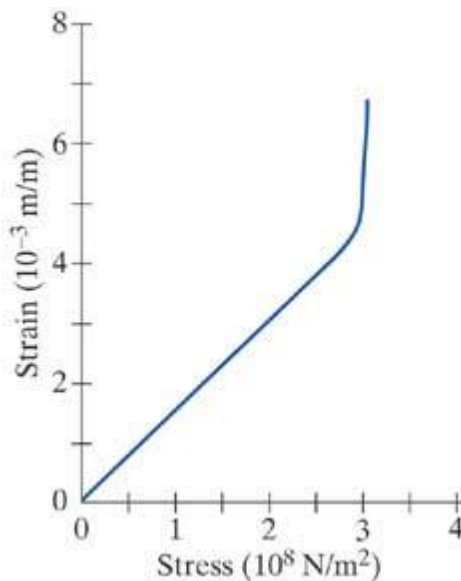

Figura 4.19 Deformação específica X tensão, para uma liga específica de alumínio.
Se você aplicar uma tensão muito grande, o fio “cede” (de repente estica “um monte”) ou rompe, e a proporcionalidade entre a tensão e a deformação específica deixa de ser verdadeira. A Figura 4.19 mostra um gráfico da deformação $\Delta L/L$ como função da tensão aplicada F_T/A , para uma liga específica de alumínio.
4.X.6 Qual é o valor aproximado do módulo de Young para a liga de alumínio da Figura 4.19?